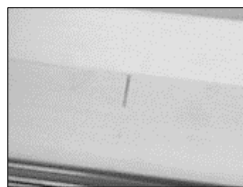

Fig. 1
- A. Tracciare con una matita la mezzeria del serramento sia nella parte mobile che in quella fissa (Fig. 1).